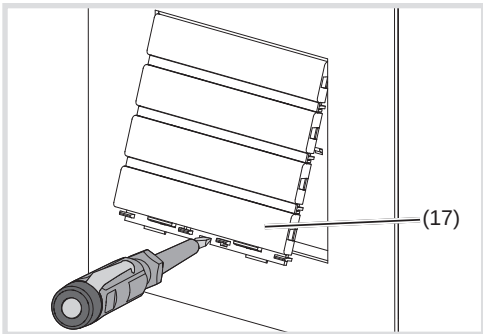

Figura 16: smontaggio mascherina modulo tasti di chiamata
- Sollevare leggermente con il cacciavite la parte superiore del modulo dei tasti di chiamata nell'apertura a sollevamento inferiore e spingerla in avanti (figura 16).